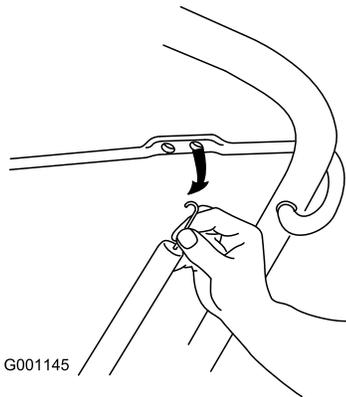

Figure 22
1. Décrochez l'extrémité du ressort du câble de commande de la barre de commande (Figure 22).